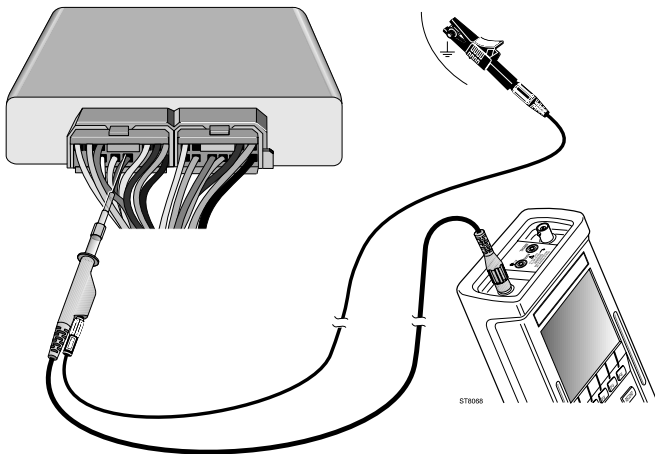

Bild 81, Spannungsmessung
3. Schließen Sie die Meßleitungen so an, wie dies von der Funktion **Anschlußhilfe** und in Bild 81 dargelegt wird.